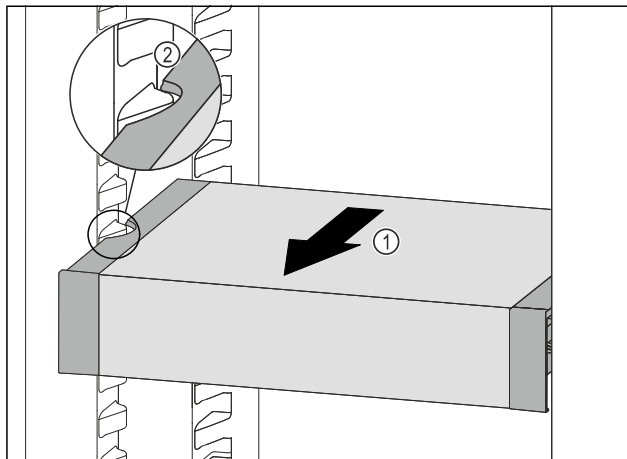

Fig. 54
- ▶ Tirer le VarioSafe vers l'avant Fig. 54 (1) jusqu'à ce que les encoches latérales du VarioSafe se trouvent au niveau de la nervure du bac dans la partie réfrigérateur. Fig. 54 (2)